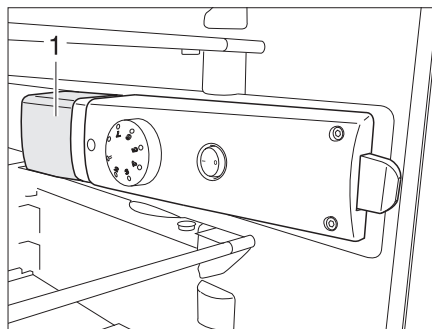

Fig. 300 Lampe du réfrigérateur
- De l'arrière, saisir en dessous du cache de luminaire (Fig. 300,1) et soulever le cache de luminaire d'env. 3 mm.